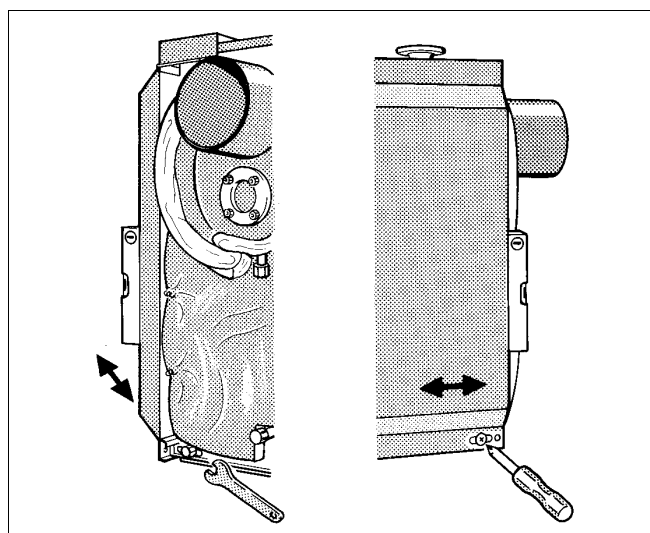

Fig. 15 Montagem do revestimento
As paredes laterais podem ser alinhadas mudando a travessa inferior e as régua lateral da armação (fig. 15).
- Após o alinhamento vertical, aperte firmemente os parafusos sextavados nas travessas inferiores (fig. 15).
- Aperte firmemente os parafusos de chapa nas régua lateral da armação (fig. 15).